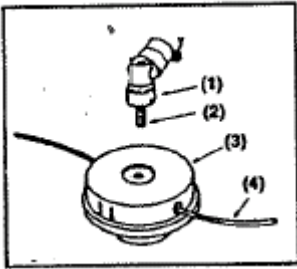

Imagen 13
■ INSTALACIÓN DEL CABEZAL DE NILON (OPCIÓN) (Imagen 13)